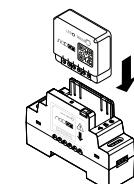

figura 1
① Corte el suministro eléctrico general del cuadro eléctrico.
② Desenrosque los terminales del módulo que desea conectar.
③ Introduzca el módulo en la caja para carril DIN respetando el sentido de introducción del módulo; el terminal debe situarse a la izquierda (ver la figura 1). Compruebe que los terminales se hayan desenroscado correctamente y asegúrese de no doblar las clavijas situadas en el interior de la caja.